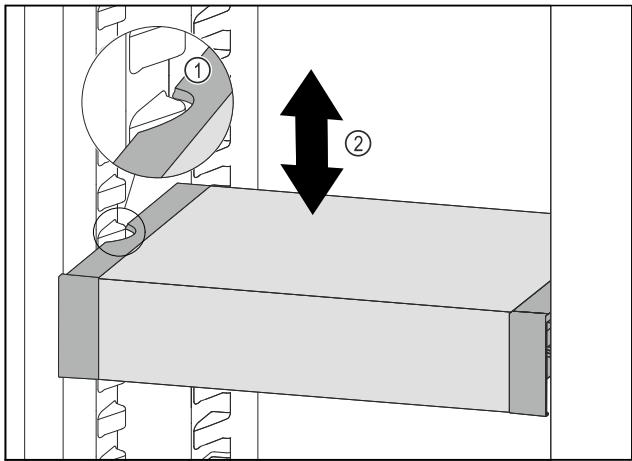

Fig. 105
- ▶ 向前移动 VarioSafe，直到 VarioSafe 两侧的凹槽与冷藏区中的容器肋梁持平。Fig. 105 (1)
- ▶ 在冷藏区中向上或向下移动 VarioSafe，直至所需高度。Fig. 105 (2)